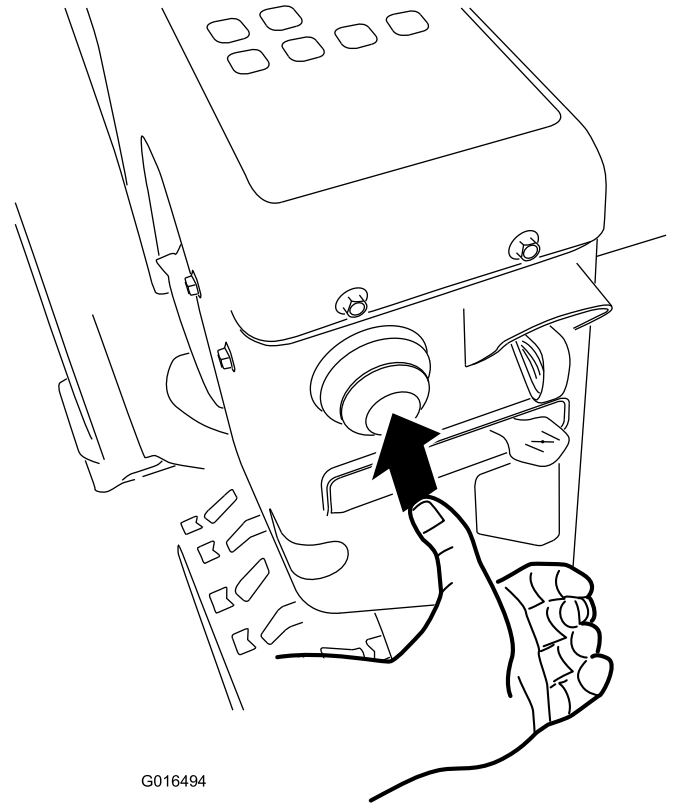

Figura 28
4. Con il pollice spingete volte l'iniettore con forza, come indicato nella tabella sotto, tenendolo premuto ogni volta per un secondo prima di lasciarlo andare (Figura 28).